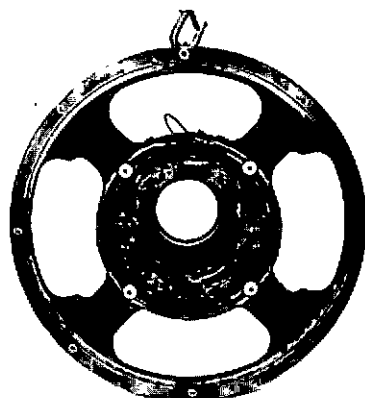

FIGURE 6-32
3. Contrôler les filetages de la flasque. Rechercher les fêlures et les surfaces rouillées. Contrôler le logement des roulements pour l'usure et les bosses. Si le palier a un logement de roulement trop usé, le réparer ou le remplacer (figure 6-32)